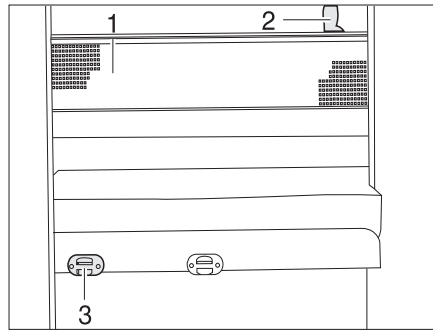

Fig. 113 Red de seguridad
- Enganchar la escalera de ascenso con los largueros en el soporte (Fig. 113,3) en el panel.
La red de seguridad (Fig. 113,1) viene de serie entre el colchón y el somier. Tender la red de seguridad cuando la persona ya se encuentre en la cama.
- Engatillar las cintas de sujeción (Fig. 113,2) en los soportes en el techo.